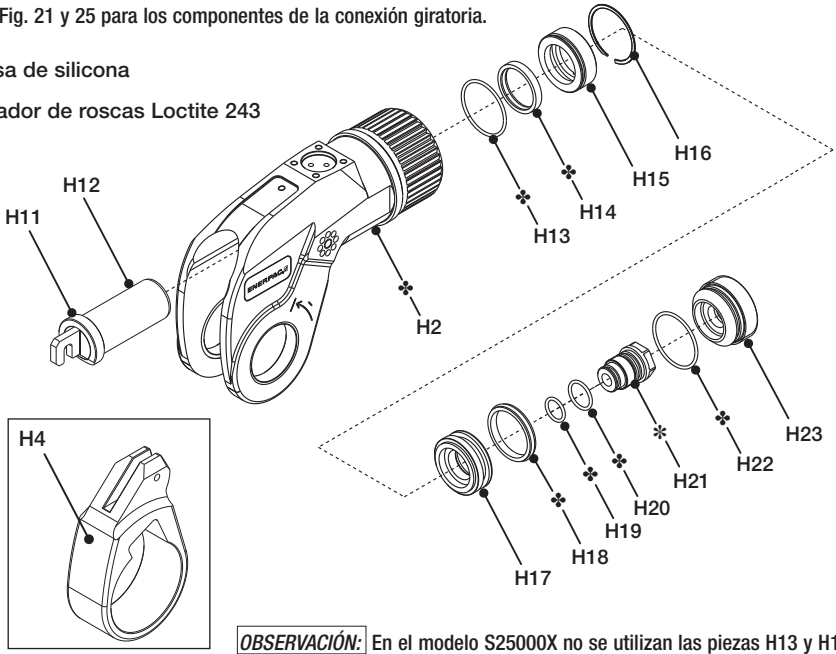

Fig. 22
### 5.3.2 Extracción y desmontaje del pistón (Fig. 22)
### 5.3.3 Desmontaje del casquillo del cilindro - sólo S1500X, S3000X, S6000X y S11000X (Fig. 22, 23 y 24)
- Vástago de pistón (Fig. 22, pieza H12)
### 5.3.5 Montaje del casquillo del cilindro, sólo modelos S1500X, S3000X, S6000X y S11000X (Fig. 22, 23 y 24)